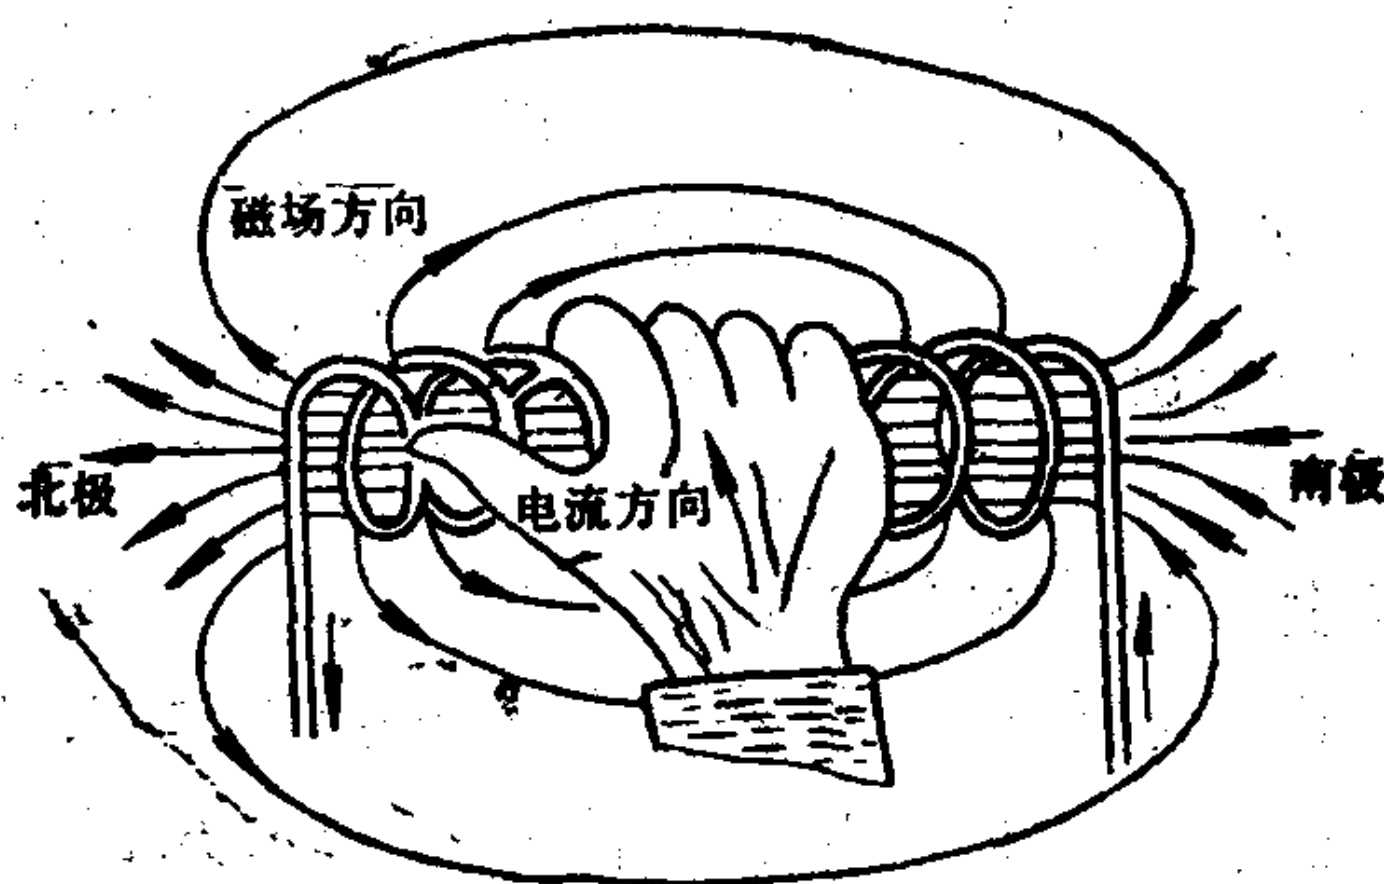

图 1-4 载流线圈的磁场
(2) 电流的磁场 电流的周围空间里也存在着磁场。若把导线绕制成一个线圈(螺线管线圈),并通以电流,则实验证明,在载流线圈周围空间里存在着磁场,如图 1-4 所示。这种载流线圈产生的磁场强弱与流过线圈中的电流大小成正比,它的方向可用右手螺旋定则来确定(用右手握螺线管线圈,四指指向电流方向,伸直的大拇指所指的方向就是线圈内部磁力线的方向)。